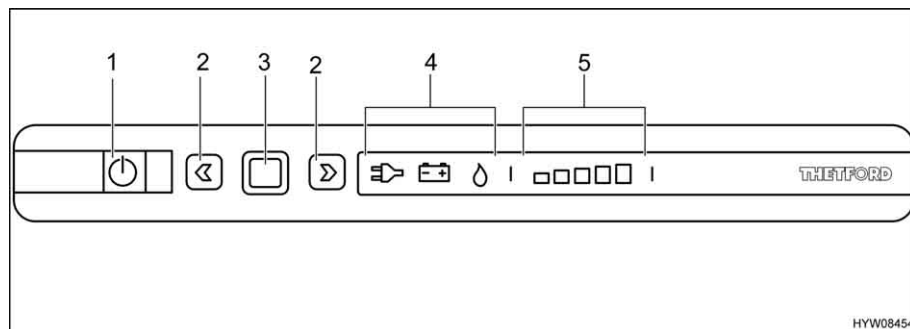

Fig. 172 Elementi di comando del frigorifero
La modalità di funzionamento attuale è indicata da un simbolo luminoso (Fig. 172,4) sulla centralina di controllo.
Dopo l'accensione il frigorifero seleziona automaticamente la regolazione del termostato selezionata per ultimo. Questa impostazione può essere modificata manualmente con i tasti freccia (Fig. 172,2). Le barre luminose dell'indicatore del livello di refrigerazione (Fig. 172,5) visualizzano la temperatura selezionata sul termostato. Con i tasti freccia viene regolata la temperatura di refrigerazione per tutti i tre tipi di energia. Ci vogliono alcune ore prima che il frigorifero raggiunga la temperatura normale di esercizio. Cambiando la modalità di funzionamento la regolazione del termostato non viene modificata. La temperatura di refrigerazione è indipendente dal tipo di energia utilizzata.
- Premere il tasto On/Off (Fig. 172,1) per 1 secondo. Il tasto (Fig. 172,1) si illumina di verde. Dopo circa 10 secondi, l'indicatore viene attenuato per risparmiare energia.
- Premere il tasto di conferma (Fig. 172,3). L'impostazione attuale della modalità di funzionamento viene visualizzata.
- Se non è impostata la modalità di funzionamento a gas: Per modificare l'impostazione, premere il tasto di conferma (Fig. 172,3) per circa 2 secondi.
- Selezionare la modalità di funzionamento a gas con i tasti freccia (Fig. 172,2). L'alimentazione del gas è ora aperta. L'accensione avviene automaticamente. È udibile un ticchettio fino a quando procedura di accensione non è stata portata a termine.
- Premere il tasto di conferma (Fig. 172,3) per 2 secondi.
- Premere nuovamente il tasto di conferma (Fig. 172,3). Il livello di refrigerazione attuale viene indicato dalle barre luminose (Fig. 172,5).
- Per modificare l'impostazione, premere i tasti freccia (Fig. 172,2) fino a visualizzare l'impostazione desiderata.
- Premere il tasto On/Off (Fig. 172,1) per circa 2 secondi. Tutte le spie si spengono. Il frigorifero è spento.
- Se non è impostata la modalità di funzionamento 230 V: Per modificare l'impostazione, premere il tasto di conferma (Fig. 172,3) per circa 2 secondi.
- Selezionare la modalità di funzionamento 230 V con i tasti freccia (Fig. 172,2).
- Se non è impostata la modalità di funzionamento 12 V: Per modificare l'impostazione, premere il tasto di conferma (Fig. 172,3) per circa 2 secondi.
- Selezionare la modalità di funzionamento 12 V con i tasti freccia (Fig. 172,2).